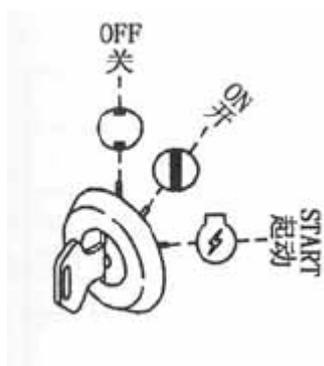

Рис. 1-20
1. Замок зажигания (Рис. 1-20)
① OFF: Ключ вставлен и находится в нейтральном положении, ни один из электрических приборов не включен.
② ON: Поверните ключ вправо по часовой стрелке. Включается электрическая система.
③ Start: В этом положении ключа зажигания стартер приведёт в движение основной двигатель. Следует сразу же после запуска двигателя отпустить ключ зажигания, после чего он автоматически вернётся в положение ON.